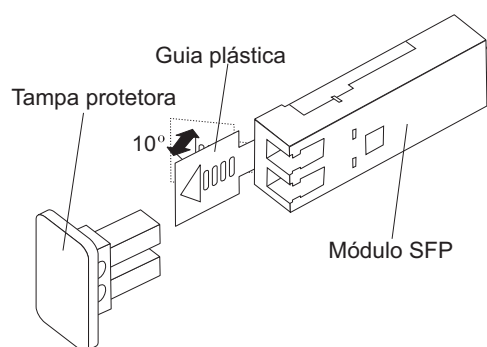

Figura 28. Destravando a Trava do Módulo SFP - Variedade Plástica
- Para módulos SFP que contêm guias de plástico, destrave a trava do módulo SFP puxando a guia de plástico 10° para fora, conforme mostrado na Figura 28.